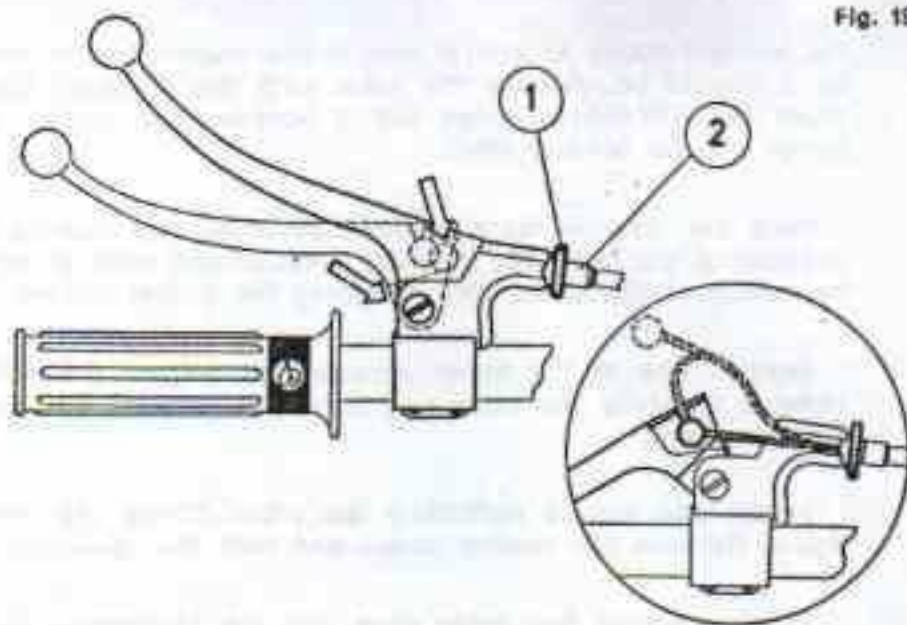

Fig. 19
Para disminuir el juego del accionamiento del embrague se debe girar la rueda grafilada 1 de modo que el tornillo tensor 2 se desenrosque fuera del mando (fig. 19).
3. Instalación de un nuevo cable-funda de embrague. Para ello, recuperar el tornillo tensor 2 hasta hacer tope. Dominar la palanca hacia adelante para extraer el terminal de su alojamiento. Tirar del cable por arriba en unos centímetros y sacar el terminal por la entalla existente debajo del mando. (Detalle fig. 19).
2. Desmontaje de la rueda delantera. Para ello, soportar la motocicleta de modo que la rueda delantera gire libremente. Destensar el freno delantero por los dos tensores, el del mando de manillar y el inferior de la palanca 1 (fig. 19). Aflojar el tirante de anclaje con llave de 10 mm. por arriba y desenroscar totalmente por abajo con llave de 14 mm. liberándola del plato portazapatas. Aflojar los 2 tornillos de cerraje con llave de 10 mm. Desenroscar la tuerca del eje con llave de 22 mm. y valiéndose del pasador-varilla introducido en la cabeza del eje, extraerlo por el lado izquierdo. Sacar la rueda y separar el plato portazapatas.